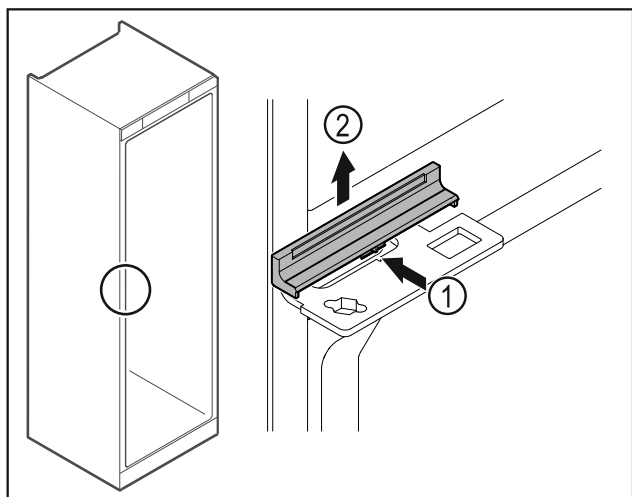

Fig. 42
- ▶ Osłonę Fig. 42 (1) należy lekko docisnąć po środku i wyciągnąć do góry Fig. 42 (2).